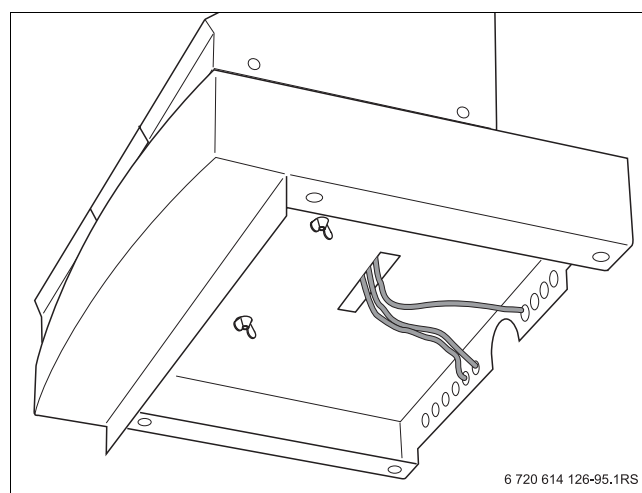

Fig. 24 Trecerea cablului prin tabla superioară a mantalei
- ▶ Conduceți cablul prevăzut prin orificiile respective de pe partea inferioară a aparatului de reglare precum și în tabla superioară a mantalei cazanului (→ Fig. 24).